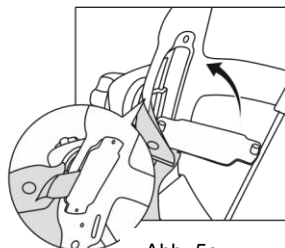

Abb. 5c
Schritt 3: Befestigen Sie die Druckknöpfe an der Kopfbedeckung sicher. (Siehe Abb. 5c).